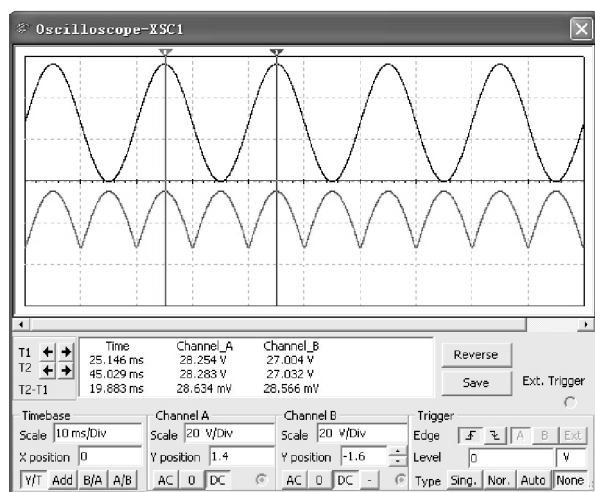

图 6-24 桥式整流仿真分析波形
(1) 单击仿真开关, 激活电路, 双击示波器 XSC1 图标, 屏幕上显示的桥式整流电路的波形如图 6-24 所示, 上面波形为交流输入, 下面波形为直流输出。